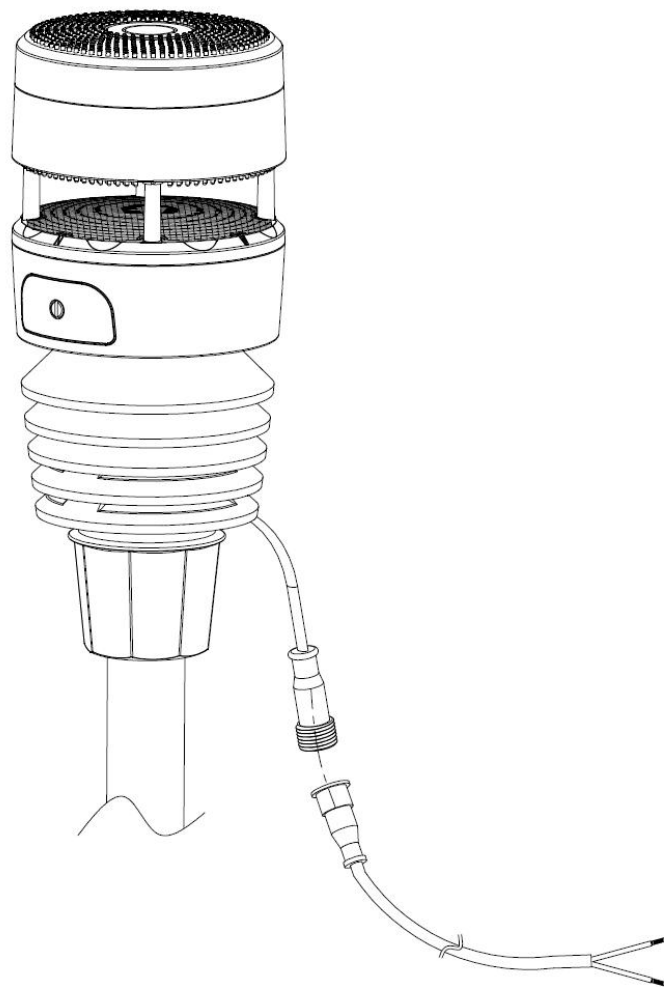

Abbildung 4: Montagediagramm des Sensorpakets
1. Wenn ein optionales Verlängerungskabel hinzugefügt wird, verbinden Sie das Kabel mit dem Anschluss und stecken Sie den USB-Anschluss in das Netzteil, wie in Abbildung 4 gezeigt: